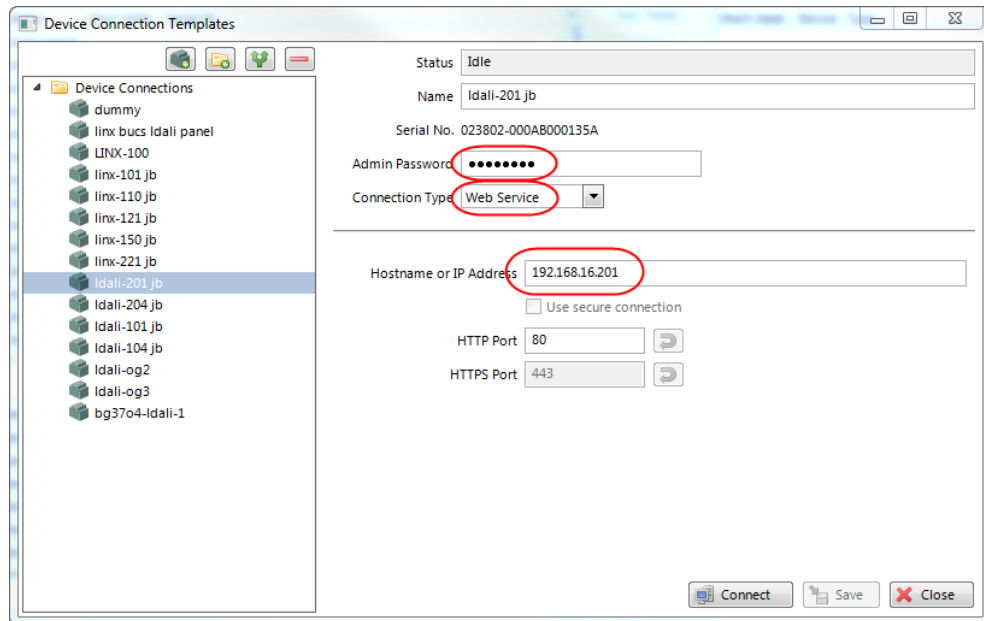

Abbildung 70: LINX Configurator Software, Verbindungsdialog.
2. Wählen Sie in dem Verbindungsdialog (siehe Abbildung 70) als Verbindungsmethode „Web Service“ und geben Sie die IP-Adresse bzw. den Hostnamen des L-DALI, sowie den Benutzernamen und das Passwort ein. Der Standardbenutzername ist 'admin' und das Standardpasswort ist 'loytec4u' (bei älteren Firmware-Versionen war das Standardpasswort ,admin').